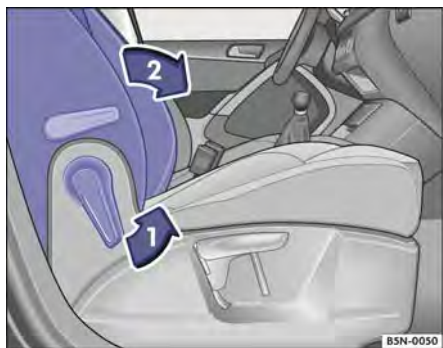

Fig. 106 Rebater o encosto do banco do passageiro dianteiro para frente.
- Destruar o encosto do banco do passageiro dianteiro no sentido da seta → Fig. 106 ①.
- Rebater o encosto do banco do passageiro dianteiro para frente, no sentido da seta, → Fig. 106 ② para a posição horizontal
- Para rebater de volta, destravar novamente o encosto do banco do passageiro dianteiro → Fig. 106 ①.